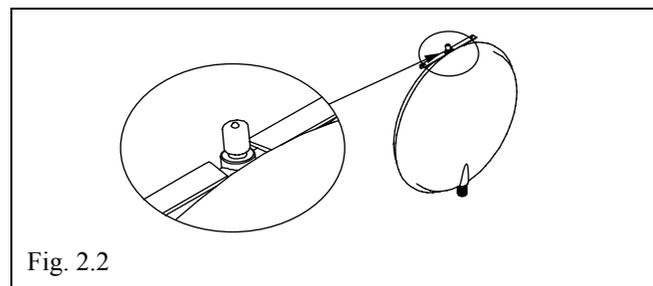

Fig. 2.2
- Che la precarica del vaso di espansione sia di un 1 bar. Rimuovere il tappo di protezione dalla valvola per il controllo e la carica situata sulla parte superiore del vaso FIG. 2.2; con un manometro verificare la pressione di precarica e procedere all'eventuale caricamento attraverso un compressore.